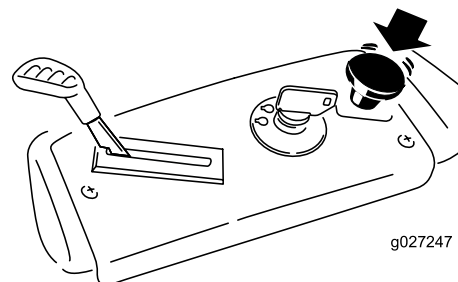

Figura 12
1. Disinserite le lame spingendo il comando delle lame in posizione SPENTO (Figura 12).